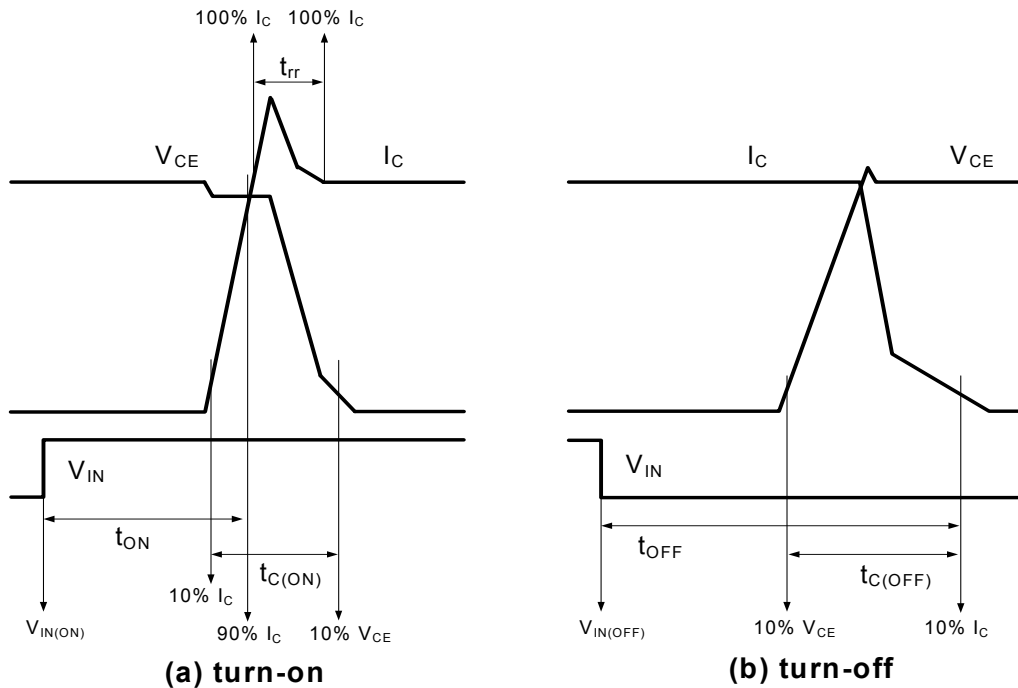

图 4. 开关时间的定义
8. t_{ON} 和 t_{OFF} 包括模块内部驱动 IC 的传输延迟时间。 $t_{C(ON)}$ 和 $t_{C(OFF)}$ 指在内部给定的栅极驱动条件下, IGBT 本身的开关时间。详细信息, 参见图 4。